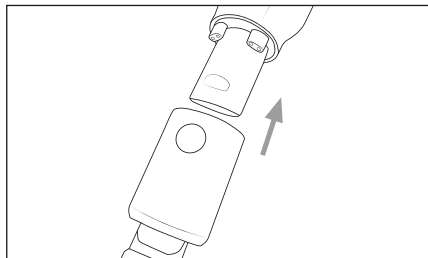

Abb. 11
- ♦ Schieben Sie die 2-in-1-Kombibürste **13** auf das Saugrohr **23** oder auf die Saugöffnung des Gerätes, bis sie mit einem Klickgeräusch einrastet (siehe Abb. 11). Achten Sie dabei auf die richtige Position der Verriegelung.